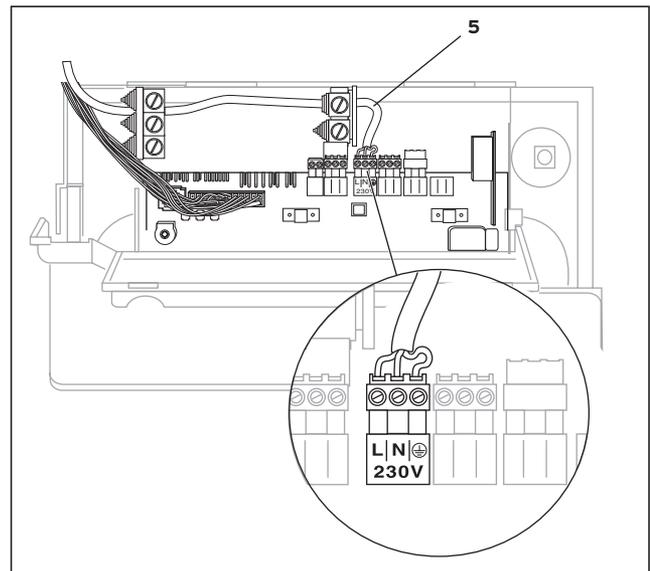

Abb. 4.16 Beispiel für Kabeleinführung
- Führen Sie anschließend die Anschlussleitungen (5) in die Elektronikbox ein und längen Sie die Leitungen ab (s. Abb. 4.16).
- Manteln Sie die Anschlussleitung ca. 2-3 cm ab, und isolieren Sie die Adern ab (s. Abb. 4.16).
- Clipsen Sie den hinteren Deckel des Schaltkastens (1) an den Stellen (2) aus und klappen Sie den Deckel hoch (s. Abb. 4.16).
- Führen Sie die Anschlussleitungen der jeweiligen, anzuschließenden Komponenten durch die PG-Verschraubungen (4) links an der Geräteunterseite (s. Abb. 4.16).